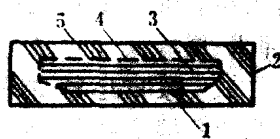

图3 带芯边梯式运输胶带
(2) 带芯边梯式(见图3)：采用强力帆布或普通帆布作带芯层，该带芯层的非工作面边部做成一段或几段阶梯形，覆以耐磨覆盖胶层，并在覆盖胶层、边胶层与带芯层间加贴缓冲胶布层，以增强边部底面耐磨性和增强边胶与带芯的粘结强度。适用于煤矿井下输送原煤。